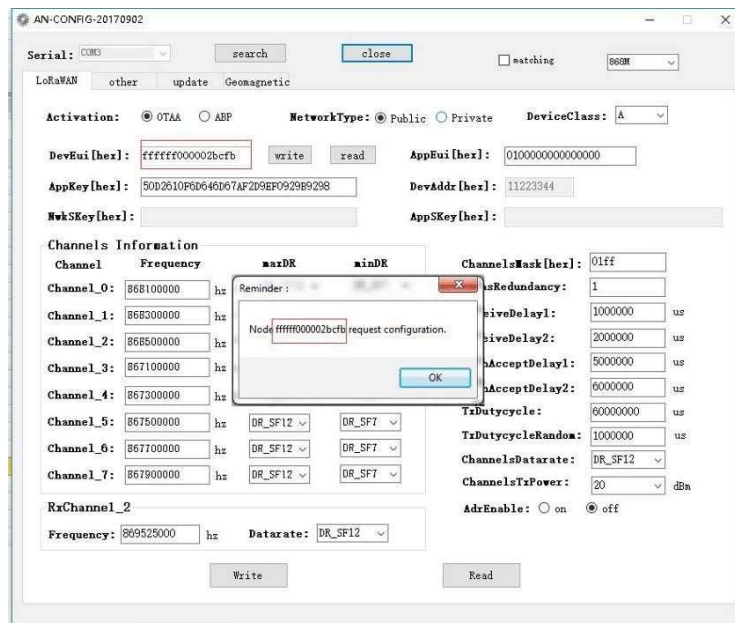

Рисунок 10 - Окно запроса конфигуратора
5) Затем автоматически откроется окно запроса конфигурирования. Если обновление не осуществлялось, необходимо нажать кнопку «ОК», и затем появятся значения параметров датчика (Рисунок 10).